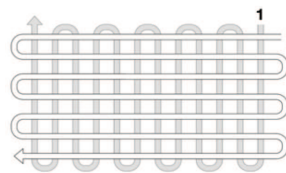

рис. 8
9.8 Оптимальный эффект использования культиватора достигается при культивировании в двух направлениях (рис. 8).